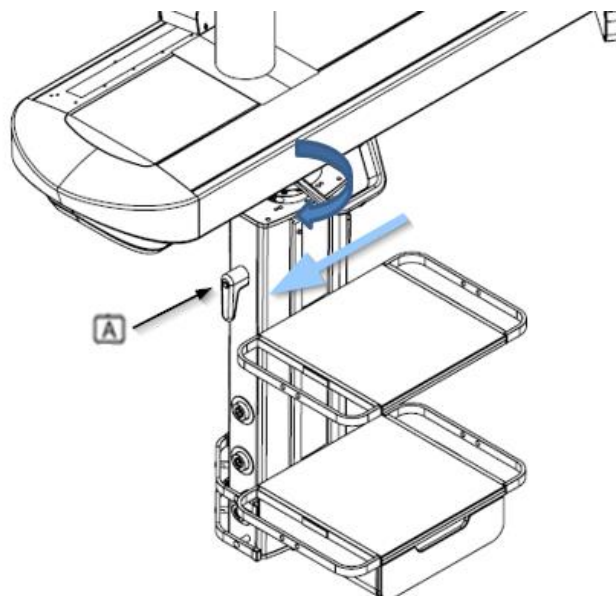

Abb. 18 Entriegelung der Dreh- und Fahrbremsen von Säulen ohne Ausleger für ABITUS
- Setzen Sie die 4 Zylinderschrauben M8 ① so ein, dass sie mit den 4 Aufnahmen an der Oberseite des Servicekopfes übereinstimmen, wie in Abbildung 18 dargestellt.
- Setzen Sie für jede Zylinderschraube M8 ① 1 Sicherungsscheibe S10 ② (wie in Abbildung 18 dargestellt) so ein, dass die flache Scheibe zwischen dem oberen Verschluss des Servicekopfes (auf der Innenseite) und der entsprechenden Sechskantmutter ③ sitzt.